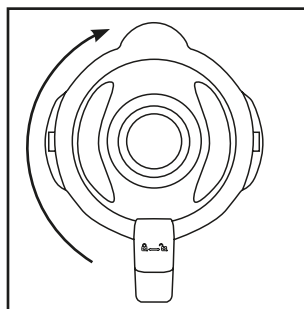

Fig. 2
- 4) Apăsăți din nou capacul **2** pe recipientul de amestecare **3**. Închideți capacul **2** rotindu-l în sens orar, în poziția  până când se blochează cu un sunet (a se vedea fig. 2). Aveți grijă ca gura de turnare de pe recipientul de amestecare **3** să fie închisă. Motorul poate porni numai după ce capacul **2** este așezat fix.